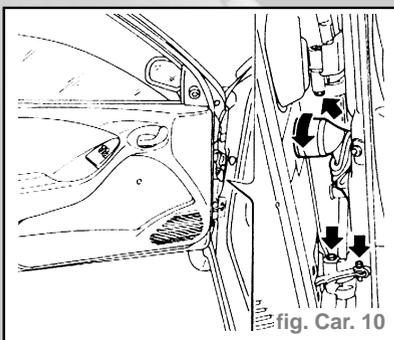

fig. Car. 10
- Déposer la porte après avoir dévissé les vis de fixation indiquées (fig. Car. 10).